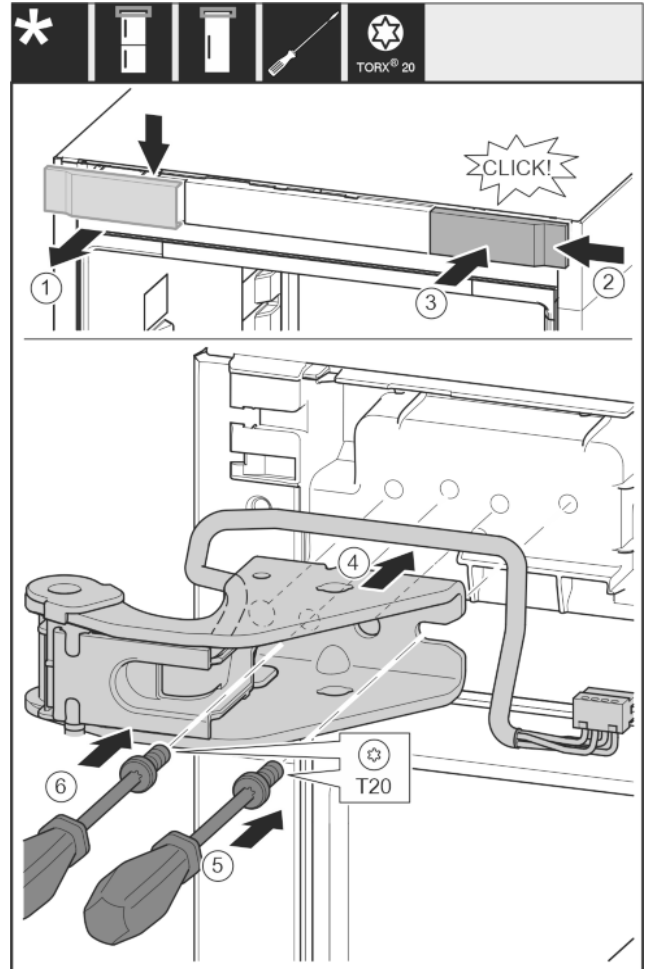

Fig. 25
- ▶ Снимите крышку сверху вперед. Fig. 25 (1)
- ▶ Навесьте крышку, повернув ее на 180°, справа с другой стороны. Fig. 25 (2)
- ▶ Зафиксируйте крышку. Fig. 25 (3)
- ▶ Установите верхний опорный кронштейн. Fig. 25 (4)
- ▶ Установите и затяните винт отверткой T20. Fig. 25 (5)
- ▶ Вставьте и затяните винт отверткой T20. Fig. 25 (6)